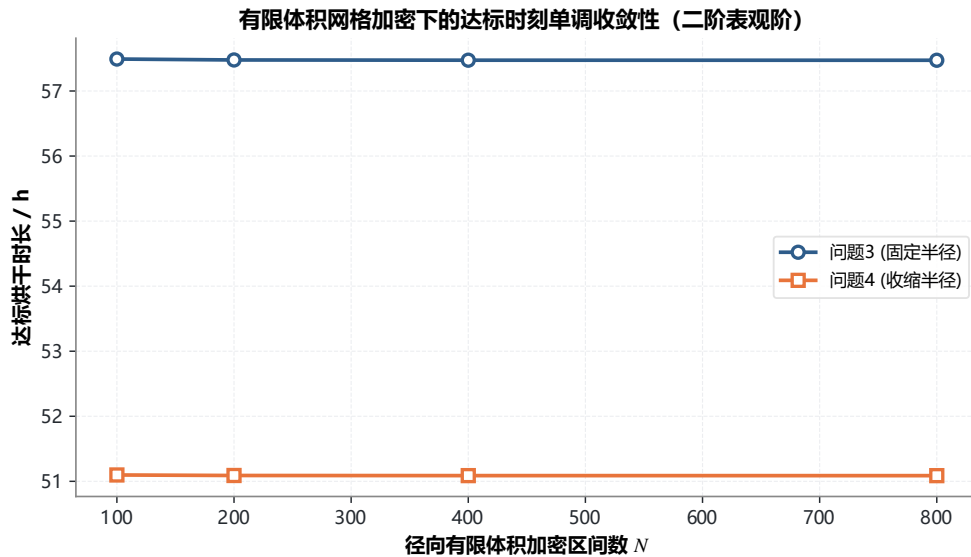

图 13 问题 3 与问题 4 的网格收敛性
图 13 显示 100 区间仍会把问题 3 时长高估约 67.6 s 、问题 4 高估约 37.4 s ，而 400 到 800 区间分别只差 3.23 s 与 1.79 s ；正式结果采用 800 区间。问题 1、2 采用 401 节点时，相对 201 节点的提交表最大差分别为 3.11×10^{-5} 和 2.72×10^{-5} 。按式 (22) 估计离散不确定度